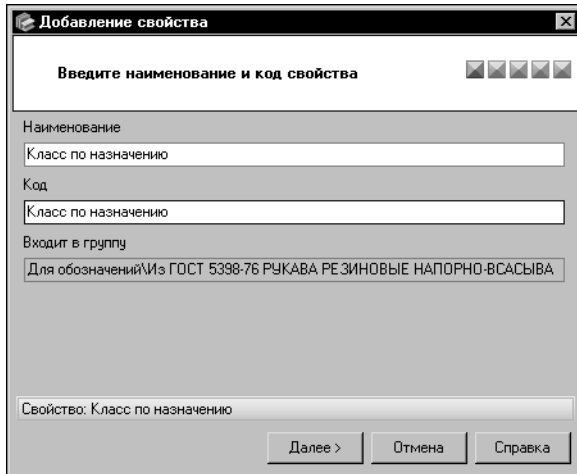

Рис. 6.3. Мастер создания свойства: шаг 1
6. В окне первого шага мастера введите в поля **Наименование** и **Код** строку *Класс по назначению* (рис. 6.3) и нажмите кнопку **Далее >**.